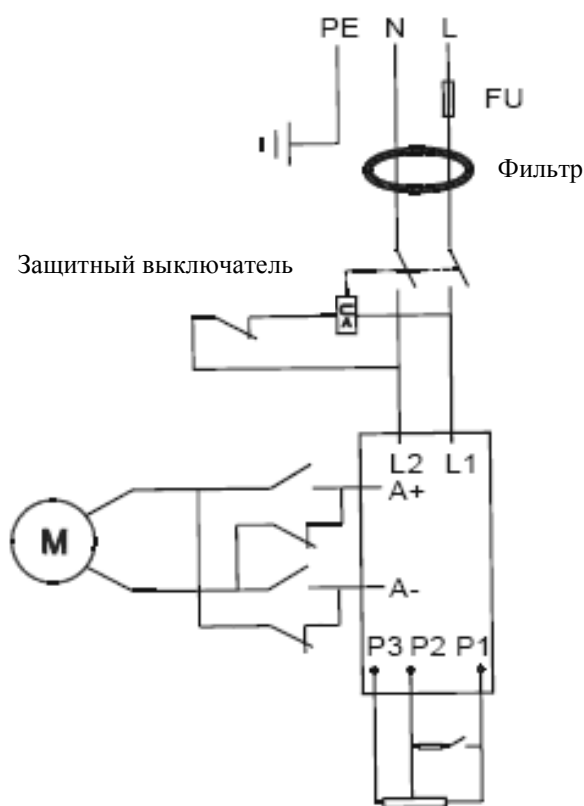

Рисунок 11
Станок фрезерно-сверлильный мод. WMD16V имеет характеристики 550Вт, 1 фаза, 240В, которые определяются характеристиками двигателя (М, рисунок 11).
- Убедитесь, что правильно подсоединена линия питания (L-N, рисунок 11). Неправильное или некачественное соединение может вывести из строя электроэлементы, что лишит вас гарантии на станок. Признаки неправильного или некачественного соединения: двигатель быстро перегревается (за 3-4 минуты), шумит при работе; не набирает мощность.